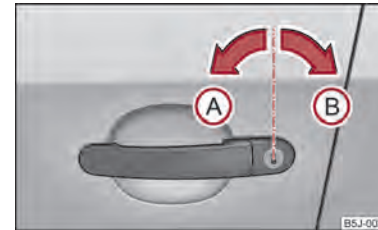

Abb. 12 Schlüsseldrehungen zum Ent- und Verriegeln
- Drehen Sie den Schlüssel im Schließzylinder der Fahrertür in die Fahrtrichtung (Entriegelungsstellung) **(A)** ⇒ Abb. 12.
- Drehen Sie den Schlüssel im Schließzylinder der Fahrertür gegen die Fahrtrichtung (Verriegelungsstellung) **(B)** ⇒ Abb. 12. ▶